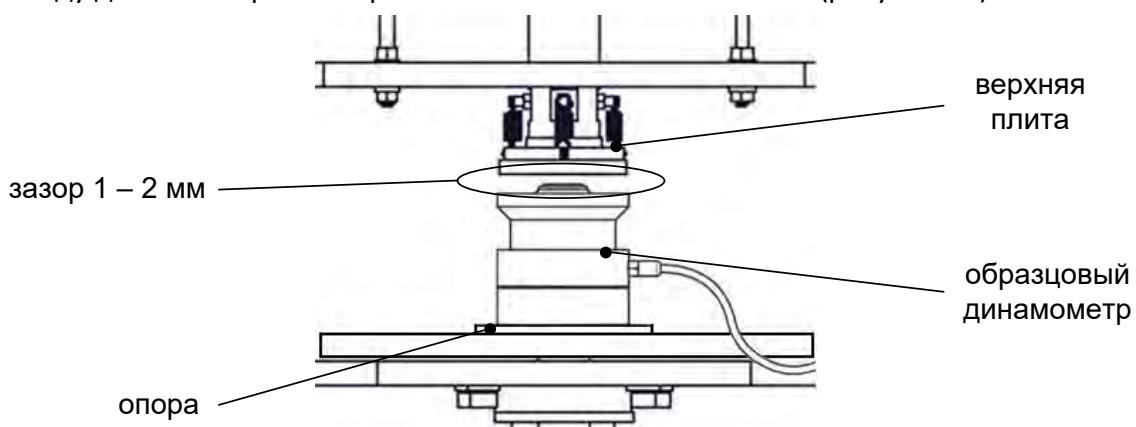

Рисунок 36 – Установка образцового динамометра
- 5) для регулировки положения стола выбрать пункт «Положение стола», нажать [Режим] и при помощи ручки управления отрегулировать положение подвижного стола таким образом, чтобы зазор между динамометром и верхней плитой составлял 1 - 2 мм (рисунок 36).